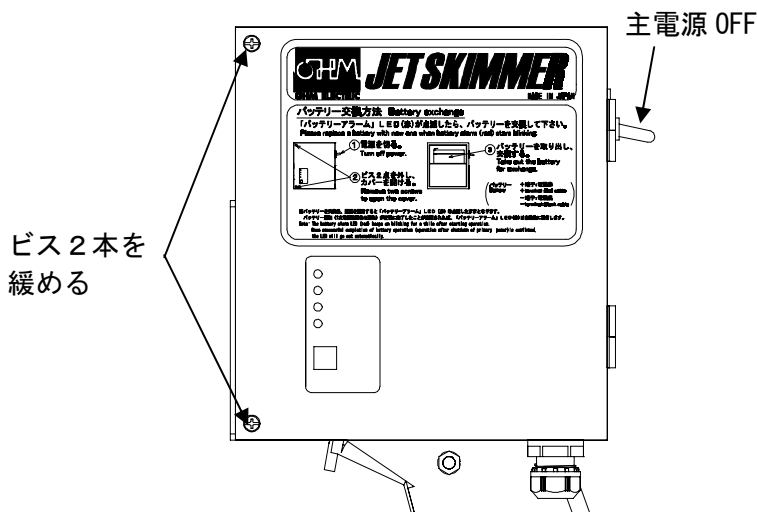
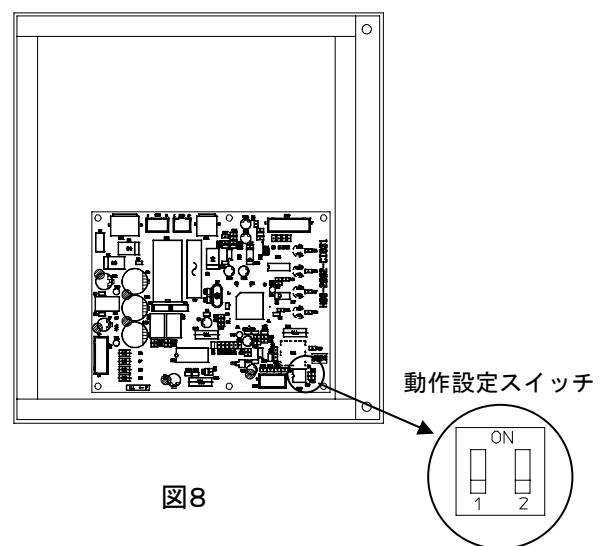

図7
図8
- ①主電源スイッチをOFFにします。
- ②図7に示す制御ボックスカバーのビス2本を緩めます。
- ③制御ボックスカバーを開けます。カバーを開ける時に内部の配線を引っ張らないように注意して下さい。
- ④制御ボックスカバー裏面の基板上的スイッチ(図8)を上記の動作設定スイッチ詳細にならって設定します。
- ⑤制御ボックスカバーを元のように閉めて、ビス2本で固定します。
- ⑥主電源スイッチをONにします。